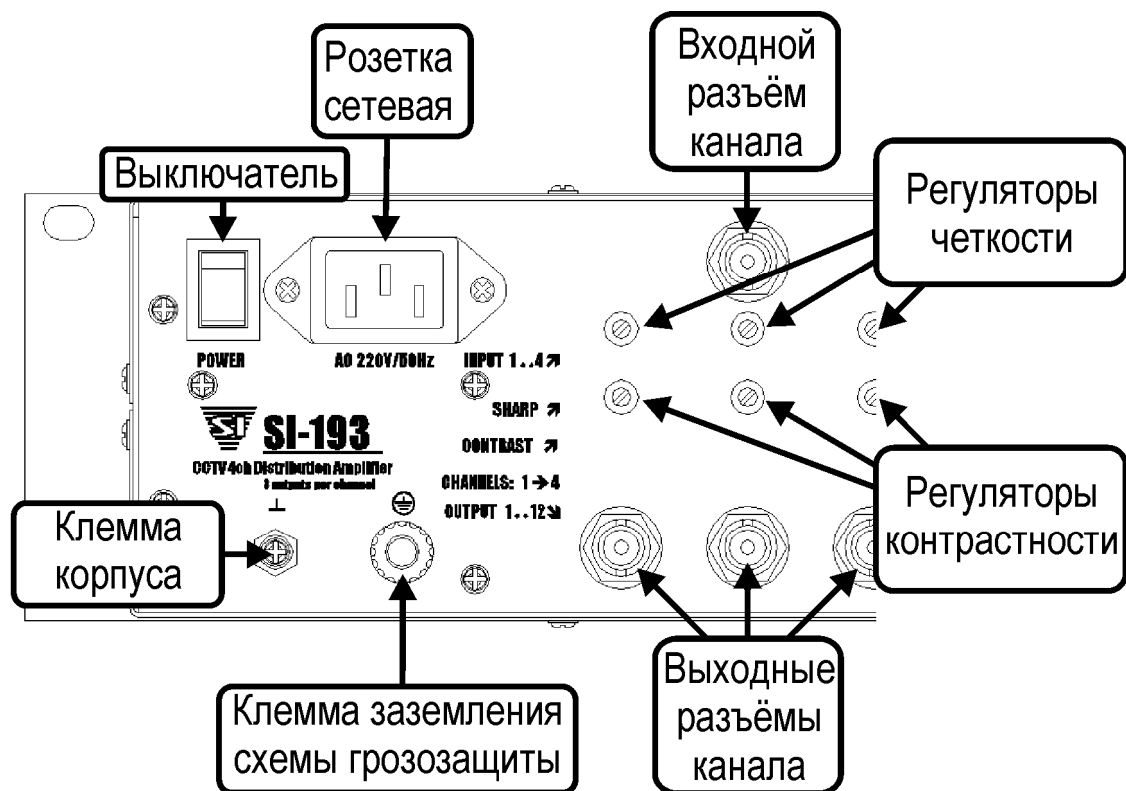

Рис. 1.
5.1. Прибор SI-193 предназначен для установки в стандартную 19'' стойку, но может монтироваться автономно, например на стену. Органы управления прибором показаны на рис. 1.